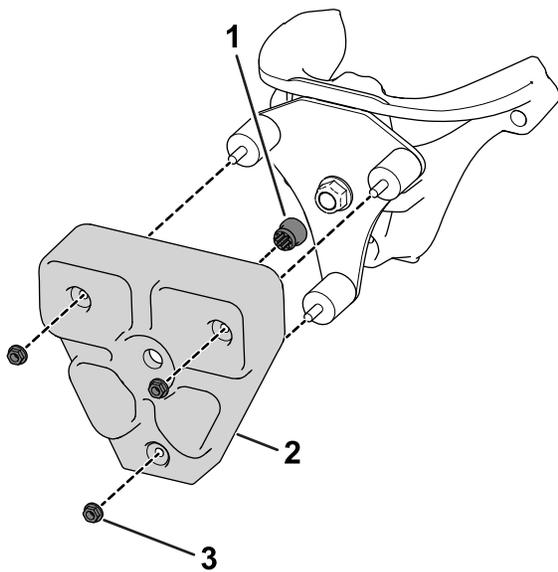

图 6
10. 将套环插入 TMD 配重块图 6。
11. 使用 3 个橡胶防振垫和 3 个螺母5/16 英寸将 TMD 配重块固定到安装板上图 6。